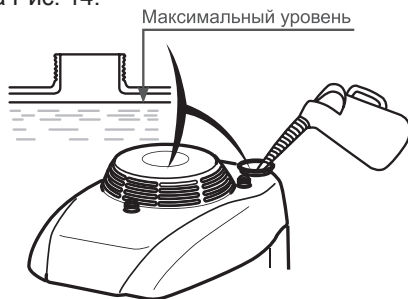

Рис. 14 Максимальный уровень топлива в топливном баке
Максимальный уровень топлива показан на Рис. 14.
- Залейте бензин в топливный бак при помощи специальной емкости или воронки до уровня, показанного на Рис. 14.